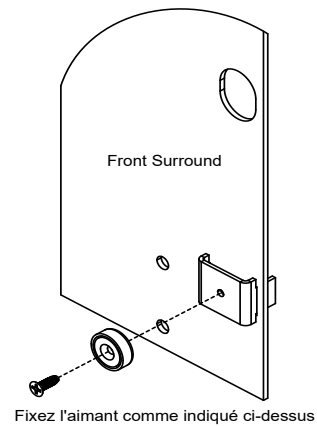

Figure 22.2
5. Fixez les aimants aux supports. L'aimant faisant face avant (**Figure 22.2**).